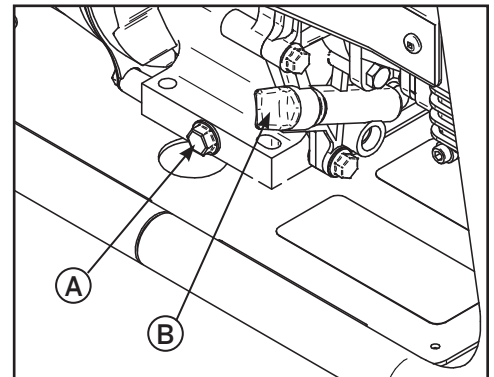

Figure 13
5. Dévisser le bouchon de remplissage/jauge (B sur la figure 13).